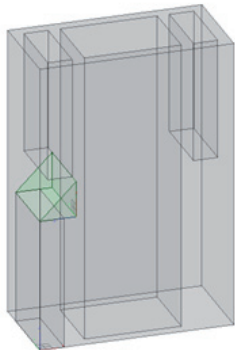

Рис. 25. Результат построения клина для внутреннего выреза
- Результат построения показан на рис. 25.